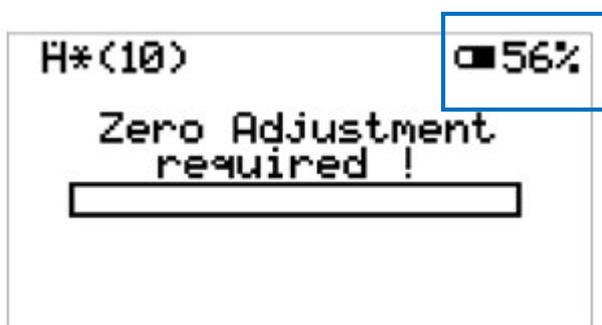

Fig. 19) Display: Stato della batteria in percentuale
- Il simbolo della batteria sul display LCD (vedere Fig. 19) mostra lo stato della batteria in percentuale. Sotto il 5%, il simbolo della batteria lampeggia e l'unità di controllo emette un suono periodico.
¹ Lo stato percentuale delle batterie (vedere Fig. 19) è ottimizzato per le batterie alcaline. Se si usano batterie NiMH / NiCd, l'indicatore della batteria viene visualizzato per circa il 35% in meno.